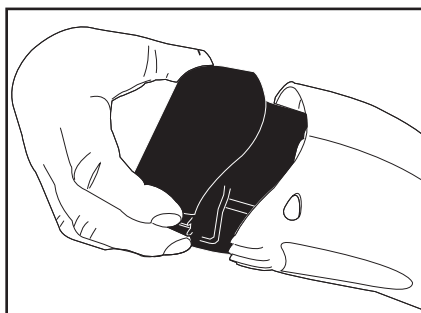

Figura 6
1. Presione los botones con resorte en ambos lados de la batería simultáneamente. (ver figura 6)